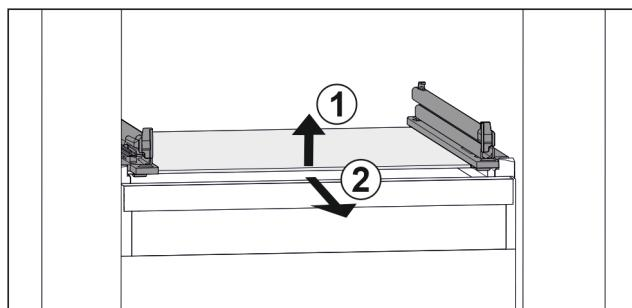

Fig. 59 Примерное отображение стеклянной пластины
- Приподнимите стеклянную пластину спереди. Fig. 59 (1)
- Извлеките стеклянную пластину движением вперед. Fig. 59 (2)